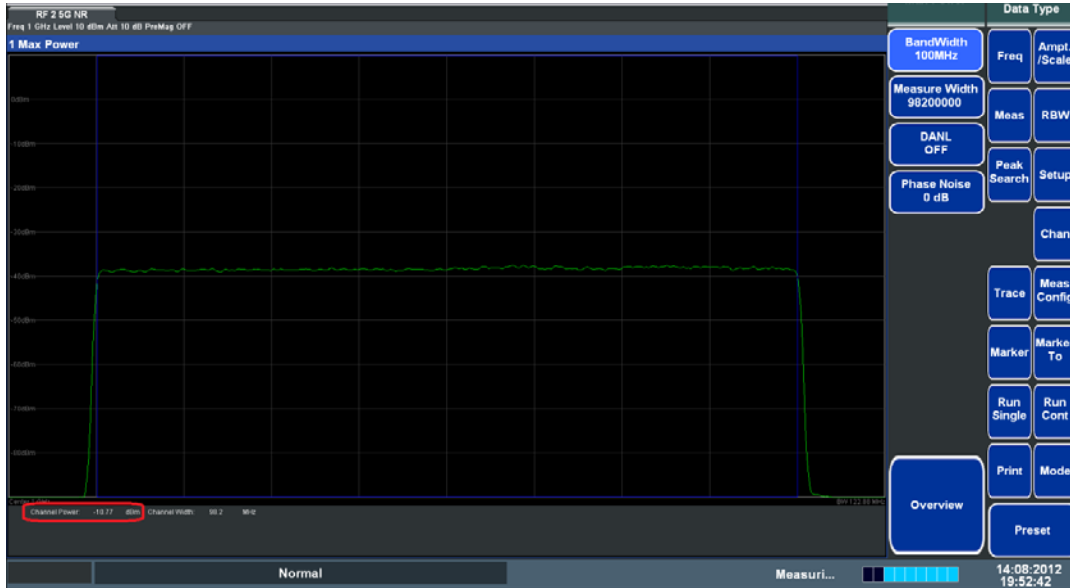

图 4.11 Channel Power 测试结果
- 测试 Channel Power 的结果如图 4.11 所示。